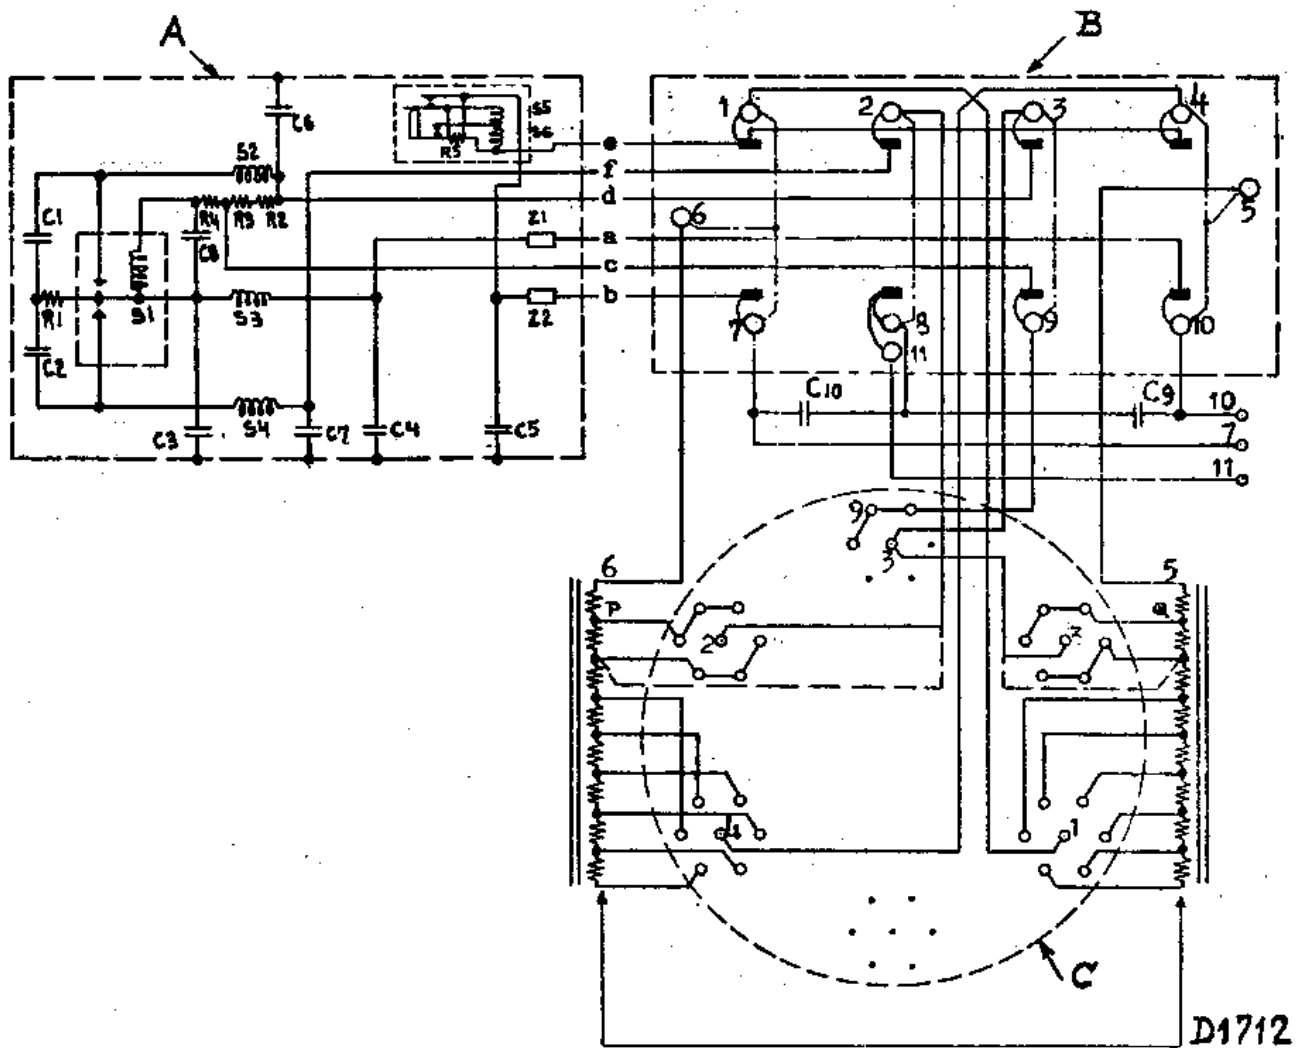

Fig. 4
12. Contrôler si les pointes 8 et 11 (figure 4 et 9), la fiche étant retirée, ne font aucun contact.
roulements du transfo sont alors montés en parallèle. Dans la figure 4 le schéma tout entier est indiqué, nous y voyons, à côté de l'unité du convertisseur A, le schéma de la fiche commutatrice B, le commutateur de tension C et l'enroulement primaire du transfo.